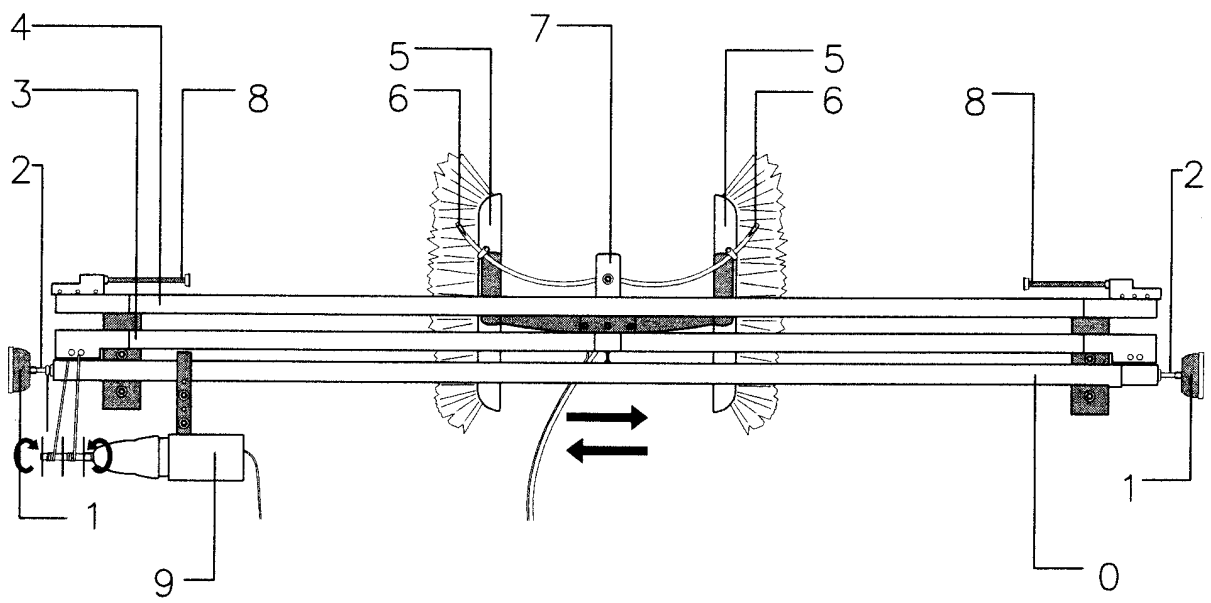

FIGURA 1
Para mejor comprensión de cuanto queda escrito, se acompaña el dibujo a la figura 1, que nos muestra una vista frontal desde el exterior de una vivienda del sistema montado en una ventana con los cepillos hacia la persiana preparado para la maniobra de limpieza. Como se puede apreciar, dispone de los siguientes elementos: barra de fijación (0), topes de fijación (1), tensor de apriete (2), corredera de desplazamiento (3), guía de desplazamiento de cepillos (4), cepillos limpiadores (5), boquillas de salida de agua (6), inversor de giro (7), topes de cambio de giro (8), y motor para desplazamiento en horizontal (9).